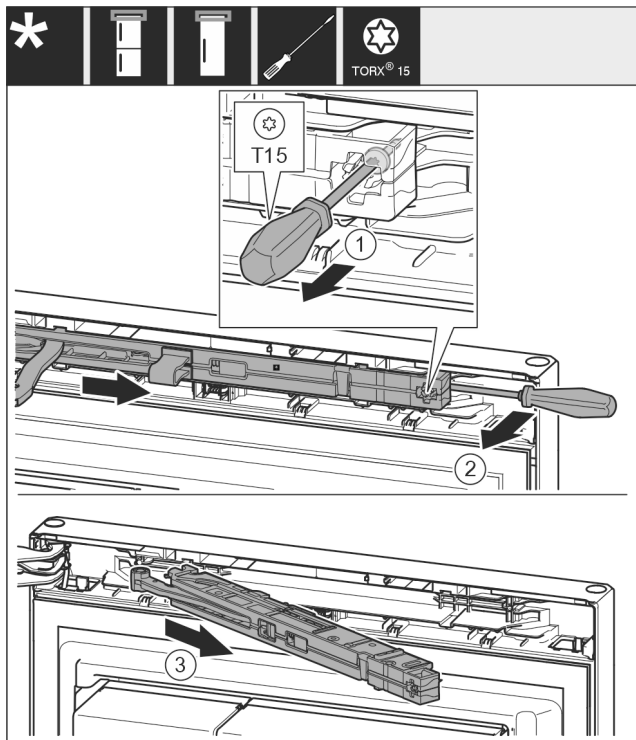

Fig. 11
- ▶ Atlaisvinkite uždarymo amortizatoriaus mazgo varžtą atsuktuvu T15 maždaug 14 mm. Fig. 11 (1)
- ▶ Pakiškite atsuktuvą rankenos pusėje po uždarymo amortizatoriaus mazgu ir pasukite mazgą į priekį. Fig. 11 (2)
- ▶ Ištraukite uždarymo amortizatoriaus mazgą. Fig. 11 (3)